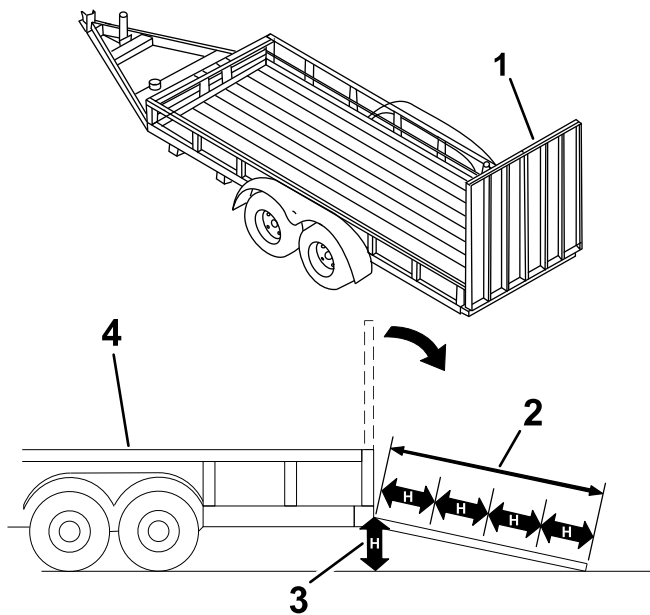

Figura 22
Quando si carica la macchina su un rimorchio o un autocarro aumenta il rischio di ribaltamento, che può causare gravi ferite e anche la morte (Figura 22).
3. Abbassate la rampa Figura 22